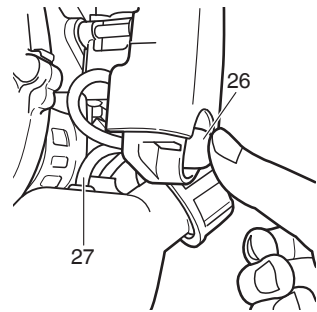

Fig. 16
(2) Presione el cebador (26) repetidamente para que el combustible fluya por el tubo de retorno (27). (Fig. 16)